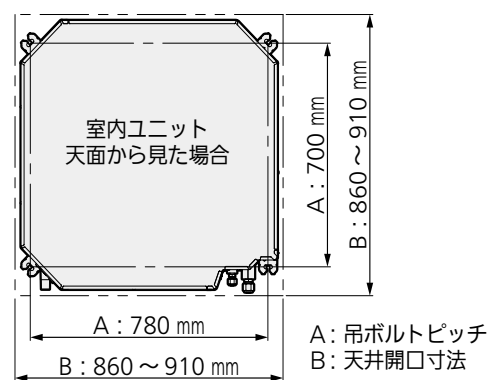

図5
- 6-4. 天井面の穴開けと吊ボルト位置の寸法は図5に従ってください。